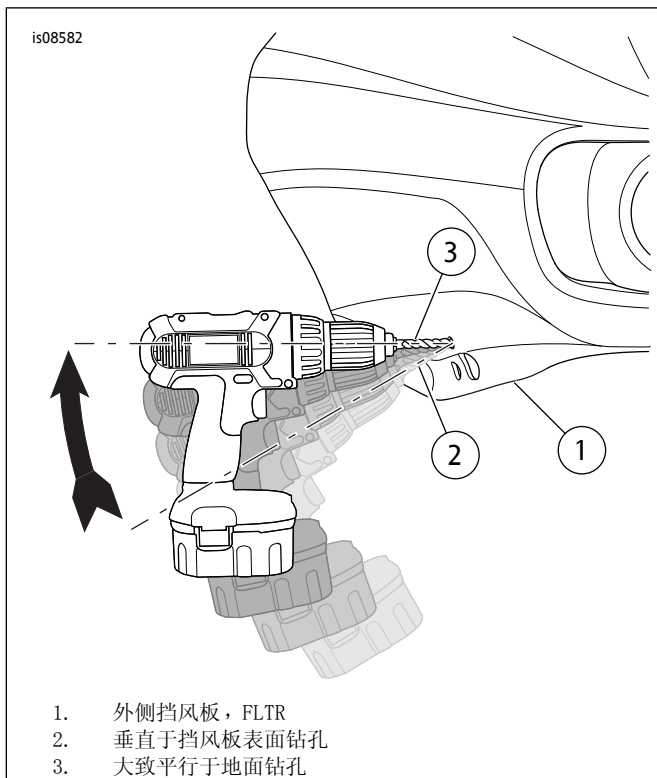

图1。钻出长条孔
- a. 参见图1。扩孔时，垂直于挡风板(1)表面(2)钻孔，避免钻头跑偏和损坏面漆。